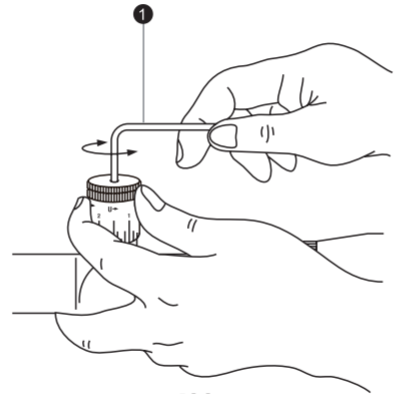

Abb. 3-7
Halten Sie den Knopf/Komfortknopf mit Ihren Fingern fest, um ein Verschieben des ausgerichteten Skalenrings zu verhindern, und drehen Sie die Schraube an der Oberseite des Knopfs/Komfortknopfs mit dem mitgelieferten Inbusschlüssel entgegen dem Uhrzeigersinn (1), bis Sie die Schraube herausgedreht haben. Nehmen Sie dann den Knopf/Komfortknopf ab (Abb. 3-7).